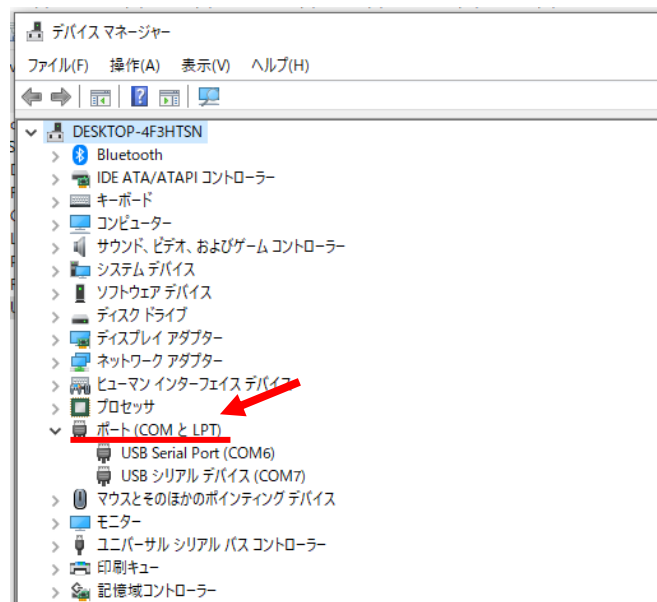

図 35 デバイスマネージャーウィンドウの[ポート(COM と LPT)]
- ⑬ 図 35 のように表示されたウィンドウの[ポート (COM と LPT)]内の[USB Serial Port (COM7)]をもとに、[EtheURG0]または[MeasurementSystem0]のポート名を設定する箇所には "¥¥.¥COM7" を記述し、[適用]をクリックする。